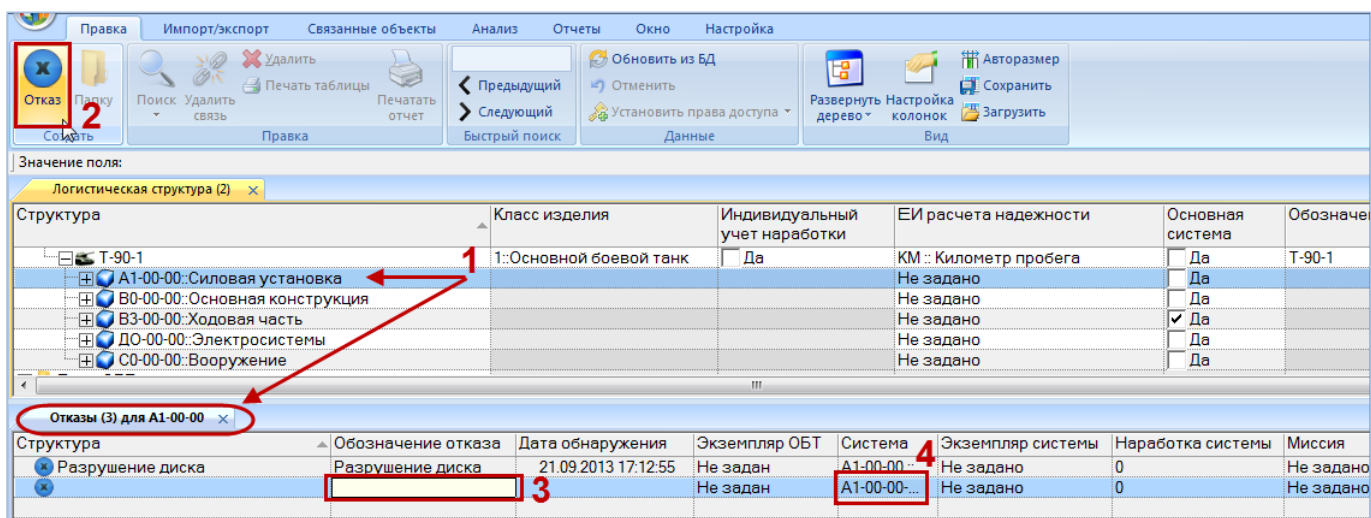

Рис. 26-27 – Создание неисправности в окне связанных объектов «Неисправности» для ЛСИ-системы
2) Выделить систему в рабочем окне «Логистическая структура» и открыть окно связанных объектов «Неисправности» для выбранной системы (1 на рис. 26-27).
3) Щёлкнуть клавишей мыши в рабочем окне «Неисправности», затем нажать кнопку «Неисправность» панели «Создать» (2 на рис. 26-27).
- 4) В окне связанных объектов «Неисправности» для выбранной системы появится новая неисправность. Ввести «Обозначение» неисправности (3 на рис. 26-27).
- 5) Связь неисправности с системой будет создана автоматически (4 на рис. 26-27).